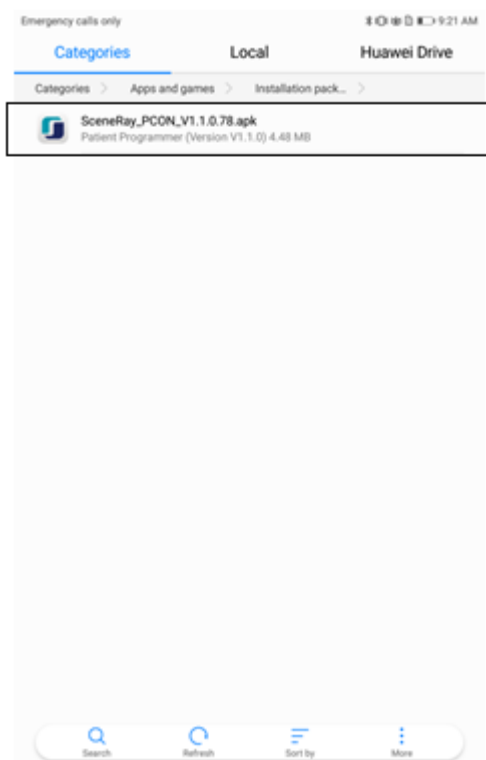

FIGURA 4: Lista de paquetes de instalación.
5. Haga clic en SceneRay\_PCON\_V1.1.0.78.apk en la lista de paquetes de instalación (Figura 4) para ingresar a la interfaz de instalación de la aplicación.